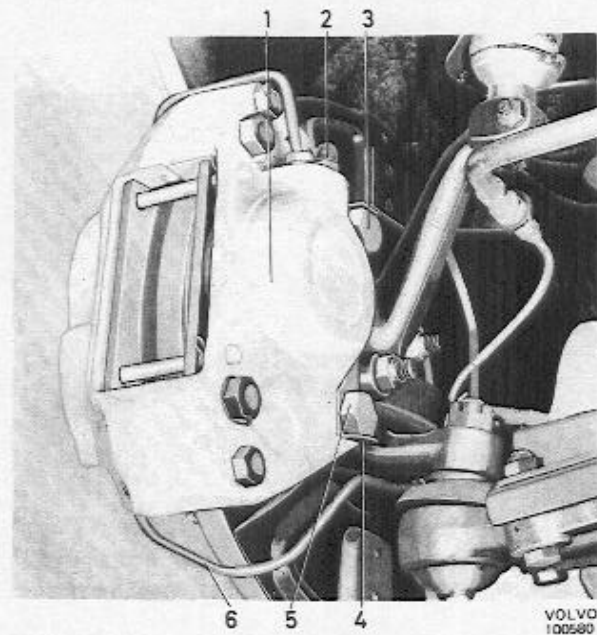
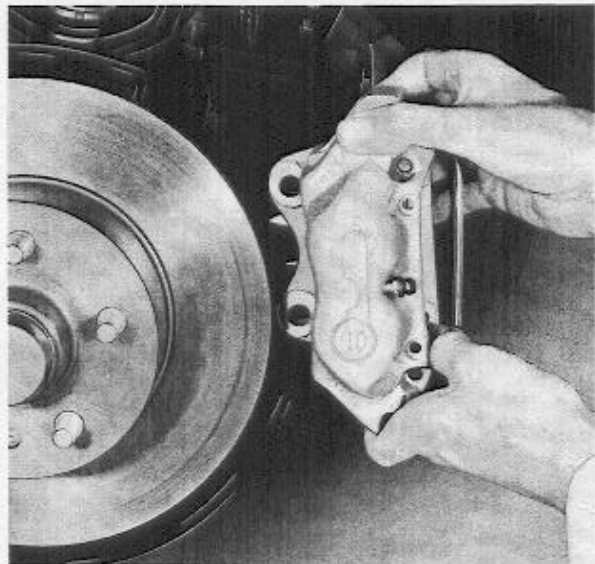

Abb. 20 Vorderradbremse
Abb. 21 Ausbau des vorderen Bremsstells
3. Je nach Ausführung der Vorderradbremse die Bremsrohrleitung (en) von Brems Schlauch und Konsole lösen. Falzblech (4, Abb. 20), soweit in Gebrauch, aufbiegen. Befestigungsschrauben (5) lösen und den Bremssattel abheben, vgl. Abb. 21.
1. Bremsattel an der Einbaustelle über der Bremscheibe anbringen. Gleichzeitig kontrollieren, daß die Anliegeflächen am Halter sauber und unbeschädigt sind, da es von Bedeutung ist, daß der Bremsattel richtige Lage im Verhältnis zur Bremscheibe einnimmt. Die Lage kann durch Kontrollmessung des Abstandes zwischen Bremscheibe und den Stützblöcken des Bremsattels ermittelt werden. Eine axiale Abweichung bis zu 0,25 mm ist zulässig. Bei größeren Abweichungen kann die Lage des Bremsattels mit Hilfe von Unterlegscheiben berichtigt werden. Bei der späteren Ausführung sind die Befestigungsschrauben vor Einbau mit Sicherungsflüssigkeit, Locktite Typ AV, zu behandeln (Abb. 20). Bei der früh. Ausf. werden diese Schrauben mit Falzblechen abgesichert. Kontrollieren, daß die Bremscheibe zwischen den Bremsklötzen frei rotiert.